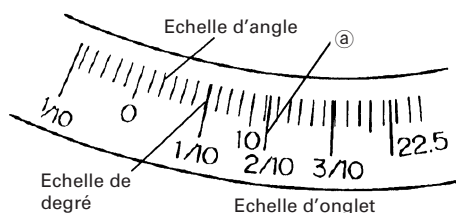
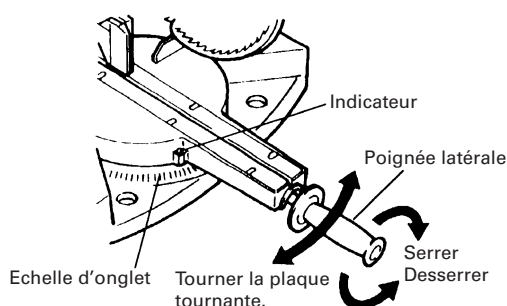

Fig. 25
Fig. 27
- (1) Desserrer la poignée latérale et régler la plaque tournante jusqu'à ce que l'indicateur soit aligné sur le réglage voulu de l'échelle d'onglet (Fig. 27).
- (2) Resserrer la poignée latérale pour fixer la plaque tournante à la position voulue.
- (3) L'échelle d'onglet (Fig. 25) indique à la fois l'angle de coupe de l'échelle d'angle et le degré de l'échelle de degré.
- (5) En conséquence, pour couper une pièce à un angle de 2/10, régler l'indicateur sur la position (a), comme indiqué à la Fig. 25.